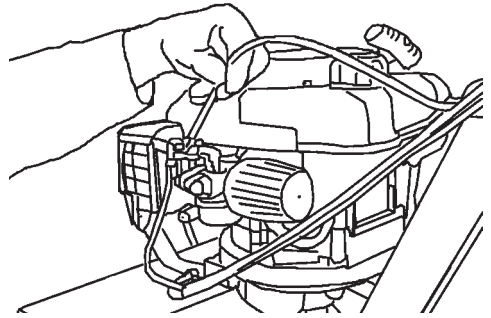
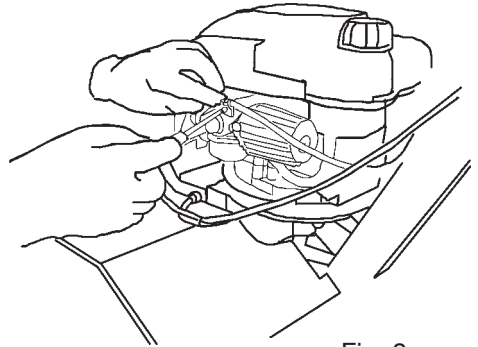

Fig. 2
Fig. 3
- Das Beschleunigungsseil (Abb. 2) am Motor anschließen und den Mantel befestigen (Abb. 3).